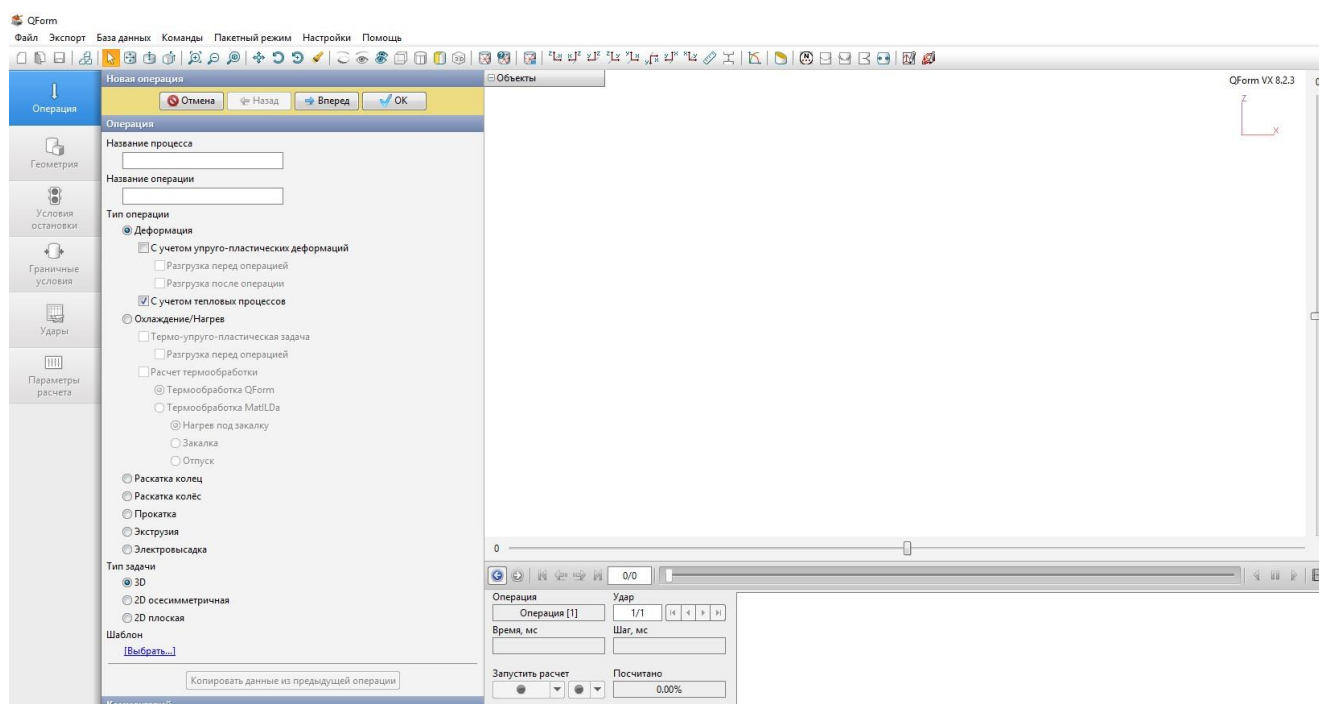

Рисунок 5.1 – Головне вікно програми QForm
1. Запускаємо програму QForm версії VX та в основному вікні програми натискаємо «Создать новый процесс» (рис. 5.1). Далі переміщуємося крок за кроком по вертикальному меню.